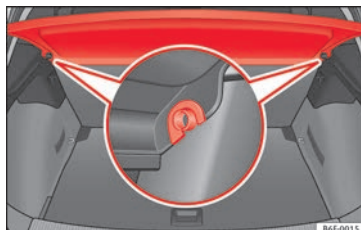

Abb. 164 Im Gepäckraum: Gepäckraumabdeckung aus- und einbauen.
- Drücken Sie die Abdeckung aus den Seitenhalterungen »» **Abb. 164** aus, indem Sie diese nach oben ziehen und herausnehmen.
- Führen Sie die Abdeckung horizontal ein, so dass das „Hufeisen“ über den Achsen der Halter »» **Abb. 164** liegt und drücken Sie die Abdeckung nach unten, bis sie einrastet.